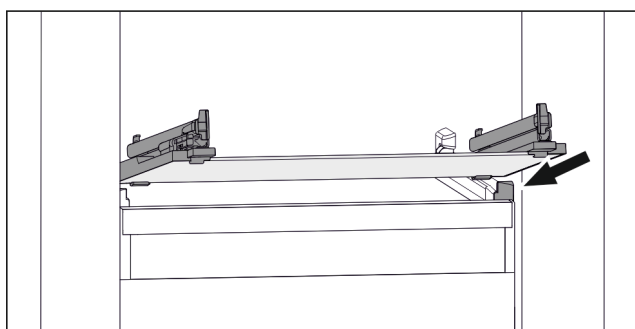

Fig. 54 Eksempel på fremstilling av glassplaten
- Sett glassplaten på skrå bak stopperne. (se Fig. 54)